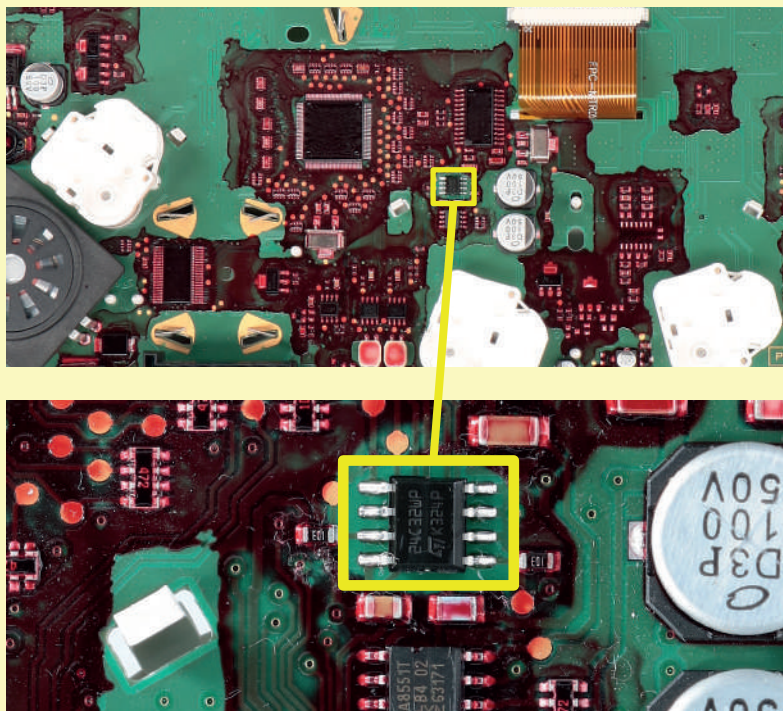

Figura 8
- Dissaldare ed effettuare un backup della EEPROM 24C32WP (evidenziata in figura 8)